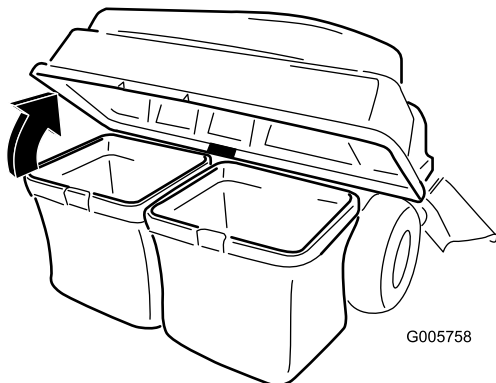

Bild 30
3. Heben Sie die Abdeckung des Heckfangsystems an (Bild 30).